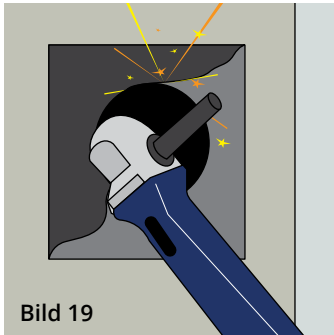

Bild 19
- Eine vorhandene Lackierung oder Verzinkung ist im Schweißbereich örtlich zu entfernen/blank zu schleifen (Bild 19).